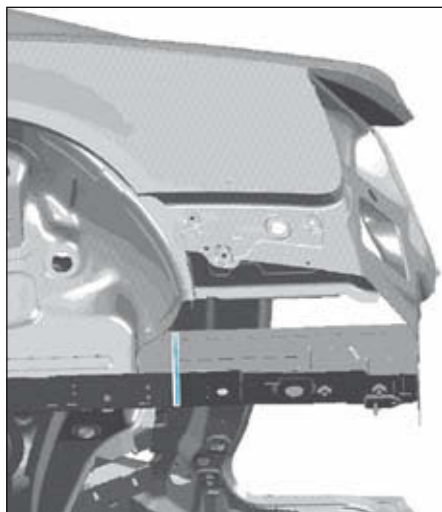
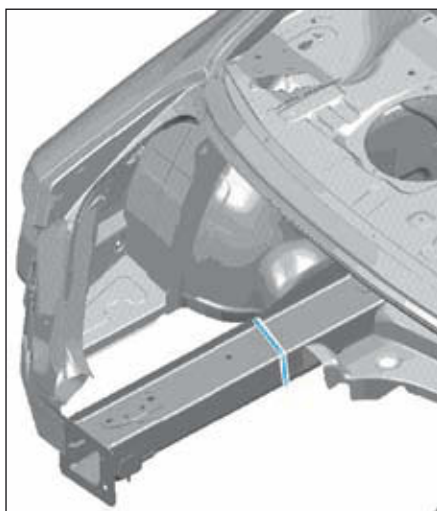

FIG.156
FIG.157
- Tracer puis découper la jupe arrière (Fig.156) et (Fig.157).